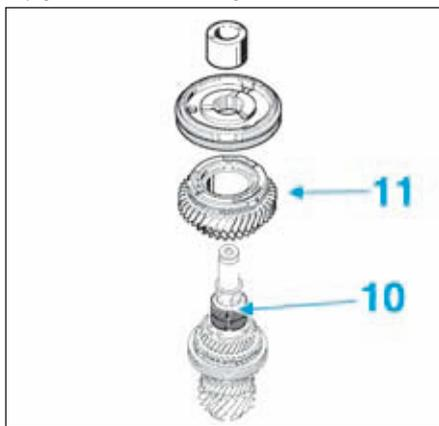

FIG.31
- Mettre en place la cage à aiguilles (10) puis poser le pignon fou de 2° (11) (Fig.31).